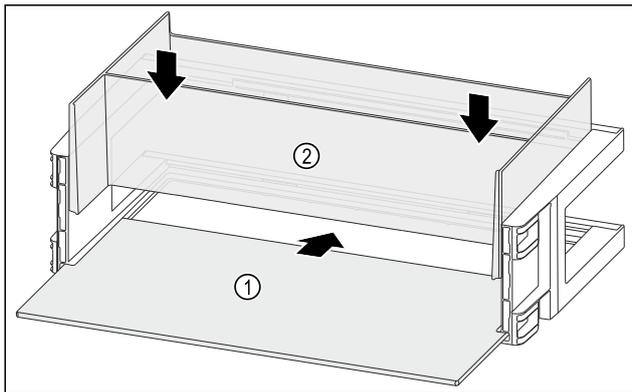

Fig. 117
- ▶ Insérer la tablette de rangement Fig. 117 (1) dans les évidements latéraux.
- ▶ Installer l'Organizer Fig. 117 (2).